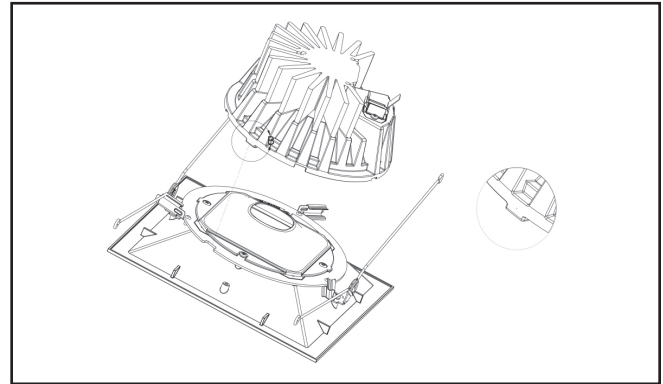

Figura 4
- Inserte el motor LED en la unidad de la moldura. Alinee el poste en el motor LED con la ranura de la unidad de la moldura (Figura 4).